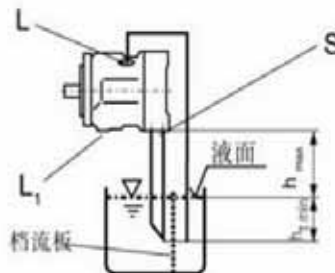

图 4
b) 当油箱的最低液面比泵的上端低时，“L₁”口堵，“L”口以及有可能“S”口的管道连接见图4。情况如同1.2.1节。
a) 如安装在油箱之上，请见图4。按1.2.1的要求进行。